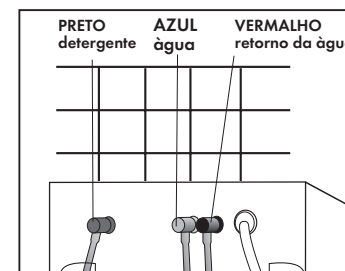

Fig. 6
- Para a conexão dos galões de detergente (H) e água (G) no aparelho observar rigorosamente a combinação de cor indicada **(Fig. 6)**.